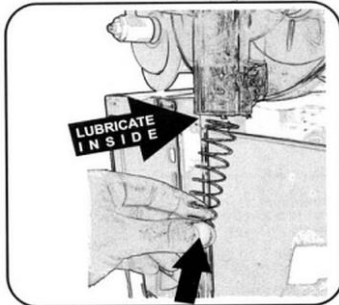
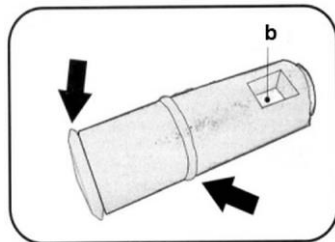

Abb. 38
Abb. 40
1. Vor dem Zusammenbau der Komponente des Ablasshahns befeuchten Sie die Dichtungen des Ablasshahns (Abb. 38) und die Dichtungen (Abb. 40) mit Wasser.
2. Setzen Sie die Feder und den Stift des Ablasshahns, wie in Abb. 38 und 39 dargestellt, ein.
3. Achten Sie beim Einsetzen des Ablasshahnstiftes darauf, dass das kleine Schwalbenloch (siehe Abb. 40) genau vor Ihnen liegt.